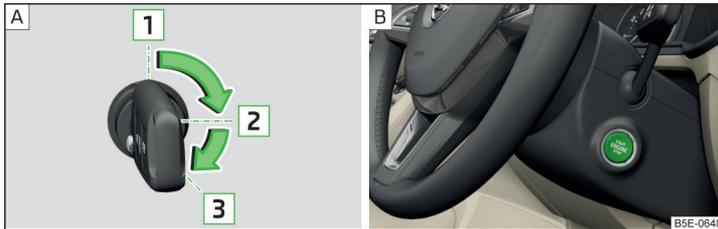

Abb. 227 Positionen des Fahrzeugschlüssels im Zündschloss / Starterknopf
Positionen des Fahrzeugschlüssels im Zündschloss » Abb. 227 - [A]
› Den Knopf drücken » Abb. 227 - [B], die Zündung wird ein-/ausgeschaltet.
- › Bei Fahrzeugen mit **Zündschloss** den Schlüssel in die Position **3** drehen » Abb. 227 auf Seite 208 - [A], es erfolgt der Startvorgang. Dann den Schlüssel loslassen, der Motor springt automatisch an.
- › Bei Fahrzeugen mit **Starterknopf** den Knopf kurz drücken » Abb. 227 auf Seite 208 - [B], der Motor springt automatisch an.
- › Bei Fahrzeugen mit **Zündschloss** den Schlüssel in die Position **1** drehen » Abb. 227 auf Seite 208 - [A].
- › Bei Fahrzeugen mit **Starterknopf** den Knopf drücken » Abb. 227 auf Seite 208 - [B], der Motor und die Zündung werden gleichzeitig ausgeschaltet.
- Den Knopf gedrückt halten » **Abb. 227 auf Seite 208** -  oder zweimal innerhalb von 1 Sekunde drücken.